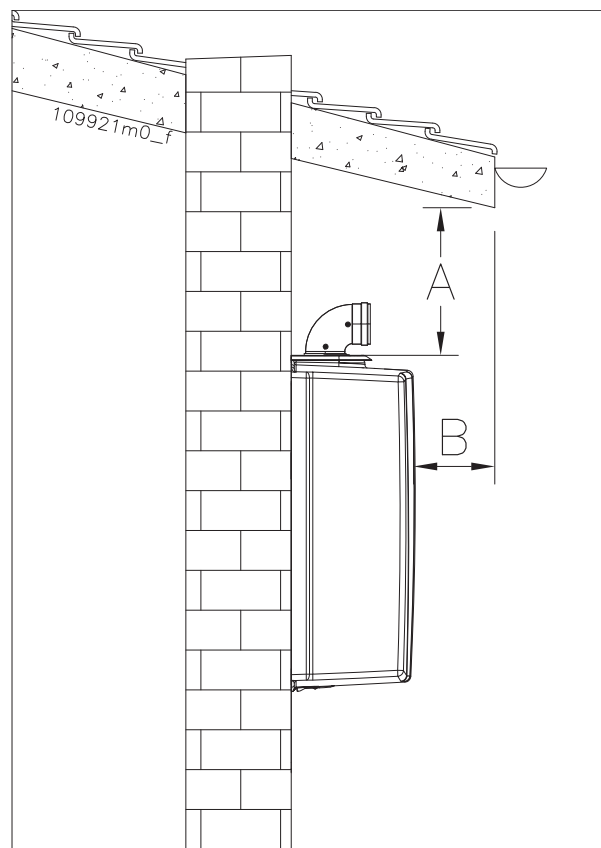

Figure 4-2 - Exemple de lieu partiellement protégé
**Légende de la Figure 4-2 - Les distances « A » et « B » doivent être évaluées en phase d'installation afin que la pluie n'atteigne pas directement l'appareil.**
☞ Cet appareil n'est pas prévu pour être installé en plein air. Il ne doit pas être exposé à des températures inférieures à zéro et supérieures à 50°C. Choisir un endroit à l'abri des agents atmosphériques et du gel. Si l'appareil est équipé d'un kit spécial de protection pour l'extérieur (voir Chapitres 5.17 ou 5.18), il peut être installé à l'extérieur des maisons, dans un endroit partiellement protégé de la pluie, de la neige et de la grêle, par exemple balcons, portiques, etc. (voir Figure 4-2).